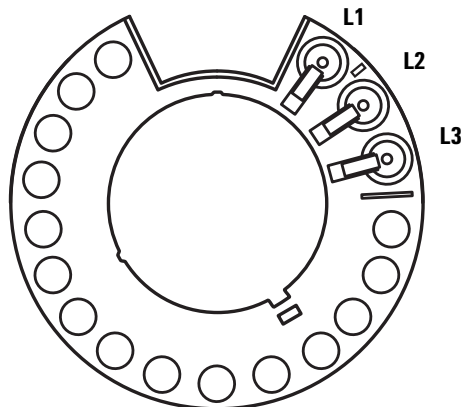

Figure 112 Positions L1, L2 et L3 de la tourelle de transfert (vue de dessus)
- 2 Retirez les flacons se trouvant éventuellement aux positions L1, L2 et L3 de la tourelle de transfert des deux tours (voir Figure 112).